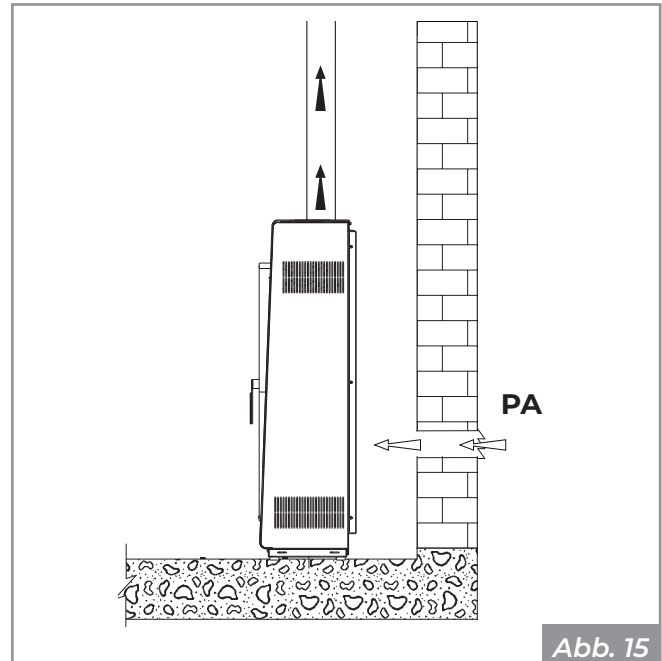

Abb. 15
- aus der Installationsumgebung oder aus geeigneten Nebenräumen kommen (**Abb. 15**)
Den Lufteinlass an der Wand vornehmen (**Abb. 15 - PA = Lufteinlass**), und das Gerät Luft in den Raum ansaugen lassen.